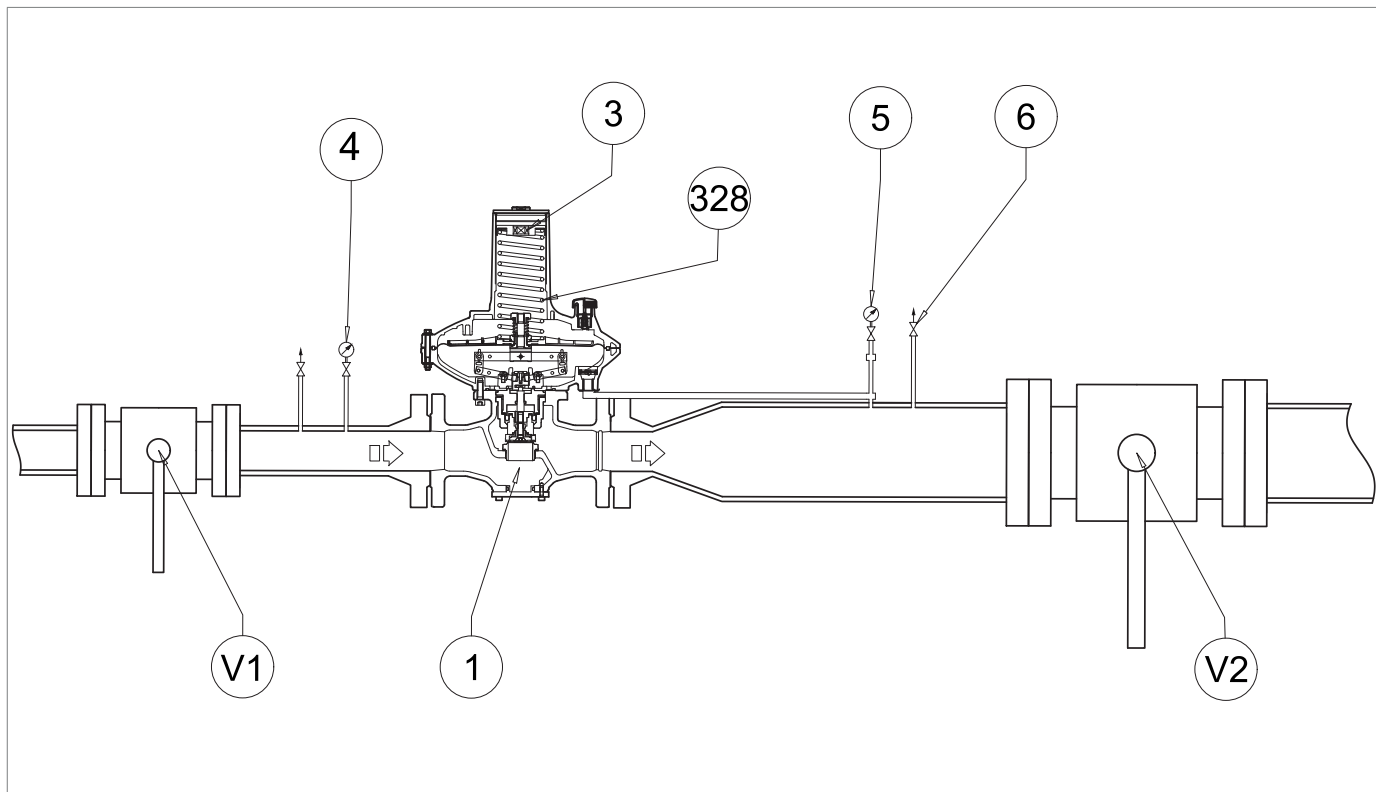
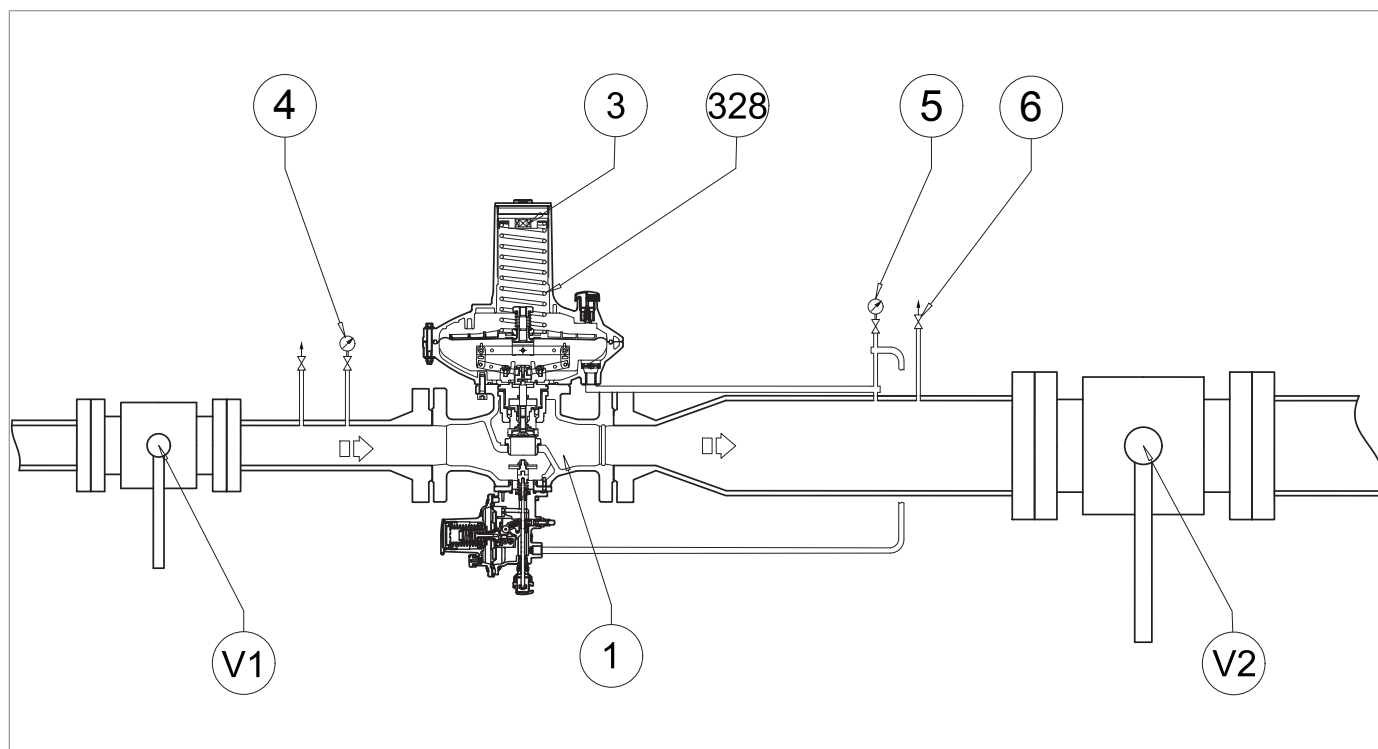
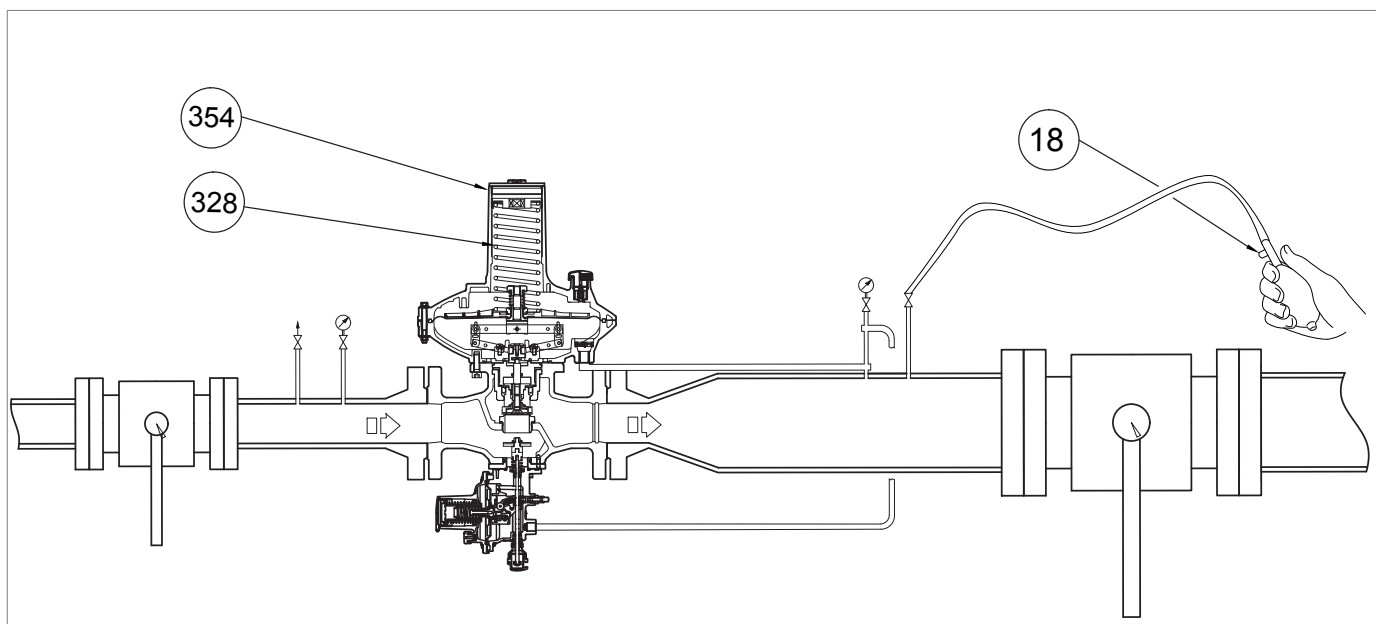

Fig. 8.16. Messa in servizio del regolatore DIVAL 600
Fig. 8.19. Messa in servizio del regolatore DIVAL 600 con valvola di blocco LA
Fig. 8.21. Pressurizzazione con fonte esterna per valvola di blocco incorporata LA
1	<p>Aumentare la pressione di valle fino al valore di intervento della valvola di blocco, collegando una fonte di pressione esterna al rubinetto di scarico (fig. 8.16, rif. 6) posto sulla tubazione di valle, assicurandosi di aprire un rubinetto di scarico aggiuntivo (fig. 8.21, rif. 18).</p> <div style="border: 1px solid black; padding: 5px;"> <p>! AVVISO!</p> <p>Controllare la pressione facendo riferimento al manometro di valle (fig. 8.16, rif. 5).</p> <p>Se la valvola di blocco:</p> <ul style="list-style-type: none"> • interviene prima del valore di pressione previsto: avvitare (senso orario) la ghiera di regolazione (13) così da comprimere maggiormente la molla (11); • non interviene al valore di pressione previsto: svitare (senso antiorario) la ghiera di regolazione (13), così da scaricare la molla (11). </div>
3	<p>Chiudere il rubinetto di scarico aggiuntivo (fig. 8.21, rif. 18).</p>
6	<p>Scollegare la fonte di pressione esterna dal rubinetto di scarico (fig. 8.16, rif. 6).</p>
3	Se necessario, rimuovere il tappo di chiusura (fig. 8.21, rif. 354) unitamente alla ghiera di regolazione e rimuovere la molla di regolazione (fig. 8.21, rif. 328). ! AVVISO! Controllare il valore della pressione di intervento della valvola di blocco indicato dal manometro di valle (fig. 8.19, rif. 5).
5	Dopo aver verificato che la valvola di blocco intervenga al valore prefissato, agire come segue: <ol style="list-style-type: none"> 1. Chiudere il rubinetto di sfiato (fig. 8.16, rif. 6) 2. Posizionare la molla di regolazione (fig. 8.21, rif. 328), il tappo di chiusura (fig. 8.21, rif. 354), la ghiera di regolazione (fig. 8.16, rif. 3) 3. Aprire lentamente la valvola di intercettazione di monte (V1) fino a che il valore della pressione di valle (Pd) raggiunga il valore di taratura del regolatore, facendo riferimento al manometro di valle (fig. 8.16, rif. 5) 4. Chiudere la valvola di intercettazione di monte (V1) 5. Aprire lentamente e parzialmente il rubinetto di sfiato (fig. 8.16, rif. 6) per diminuire la pressione di valle facendo riferimento al manometro di valle (fig. 8.16, rif. 5) fino al raggiungimento del valore di intervento per minima pressione 6. Verificare la corretta taratura della molla di minima ripetendo i passi 2-3-4 almeno tre volte 7. Eseguire taratura del regolatore principale facendo riferimento al paragrafo "8.5 - Procedura di messa in servizio del regolatore"